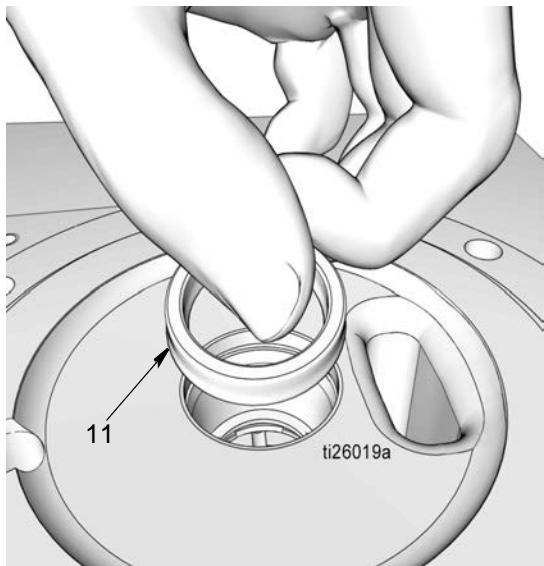

图 31
- d. 安装密封 (11)。确保密封的唇口朝下，如图 31 所示。